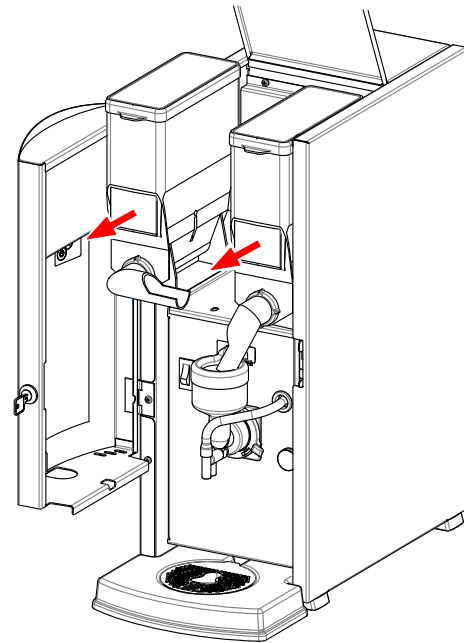

Fig. 15
1. Åbn apparatets låg (fig. 15).